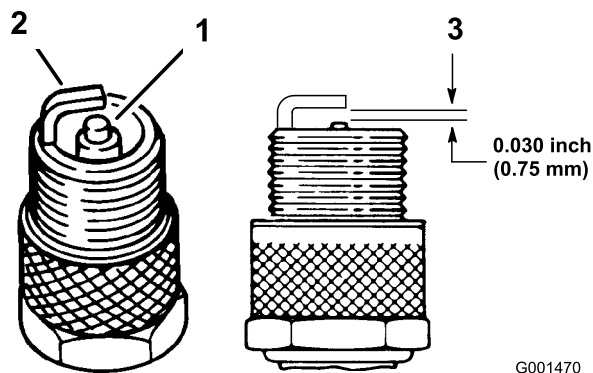

Figure 26
1. Examinez le centre des bougies (Figure 26). Si le bec de l'isolateur est recouvert d'un léger dépôt gris ou brun, le moteur fonctionne correctement. S'il est recouvert d'un dépôt noir, cela signifie généralement que le filtre à air est encrassé.
3. Contrôlez l'écartement entre l'électrode centrale et l'électrode latérale (Figure 26). Courbez l'électrode latérale (Figure 26) si l'écartement est incorrect.
**Remarque:** Vérifiez que l'écartement des électrodes est correct (Figure 26).
3. Connectez les bougies (Figure 26).